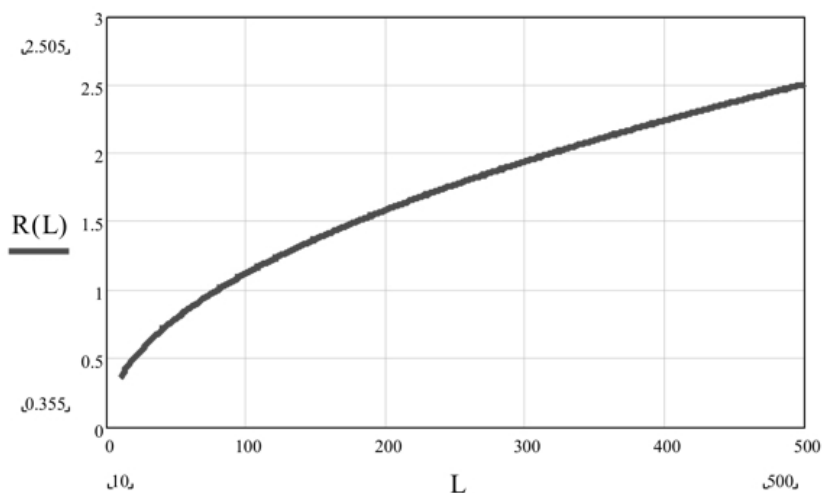

Рис. 4.2
4.4 Ширина чувствительной зоны зависит от расстояния между БПРД и БПРМ и определяется по ориентировочному графику, приведенному на рис. 4.2.
Примечание: ширина ЗО зависит от установленных порогов и может быть меньше, относительно приведенной на рис. 4.2.